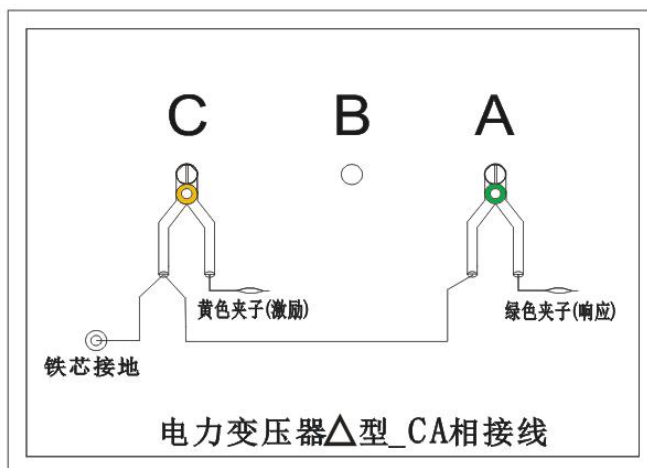

图 12
4.3.4 以上接线完成对三相△形的 CA 相测量接线，如图 12。